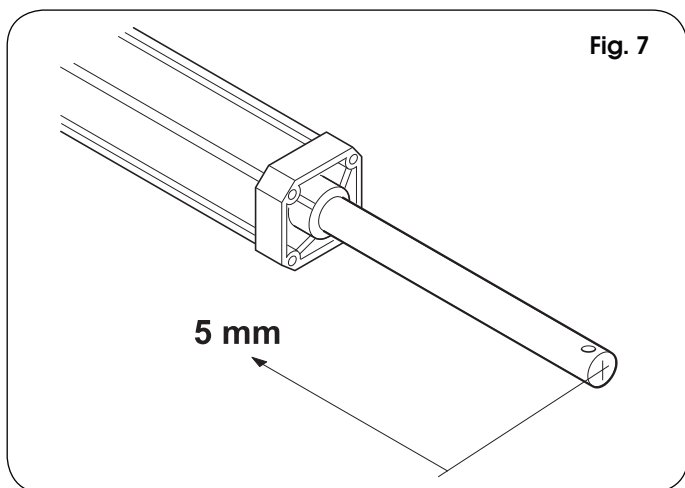

Fig. 7
4. Extrair a haste até o limite e colocar para dentro novamente 5 mm (Fig. 7).